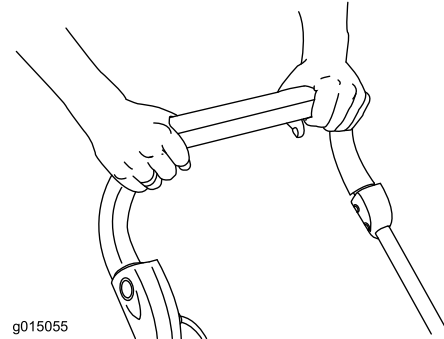

Bild 11
5. Halten Sie den Schaltbügel zum Bügel und lassen Sie die Taste los (Bild 11).